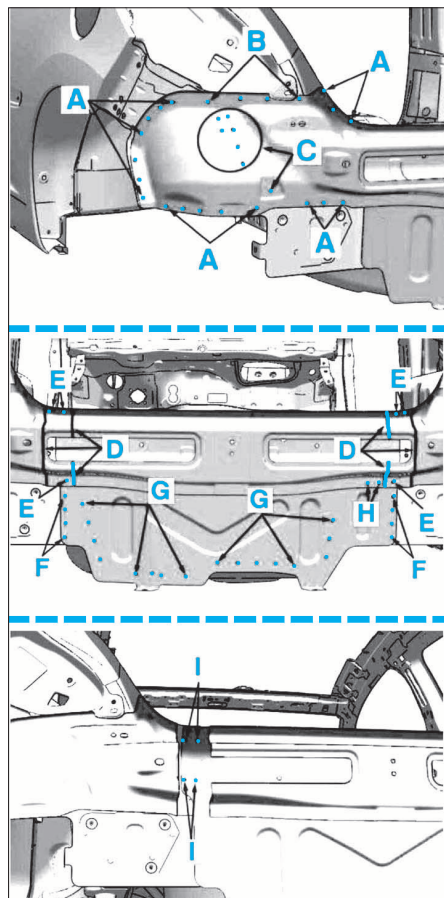

FIG. 54
- Dépointer et découper aux endroits indiqués dans la juqe AR complète en A à I (Fig.54),